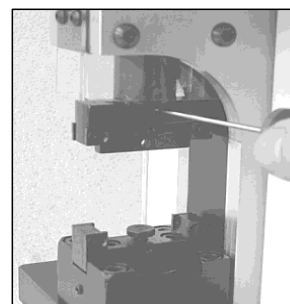

Fig. 9.02
- **Serrer la vis à tête T par l'écrou (Fig. 9.02)**